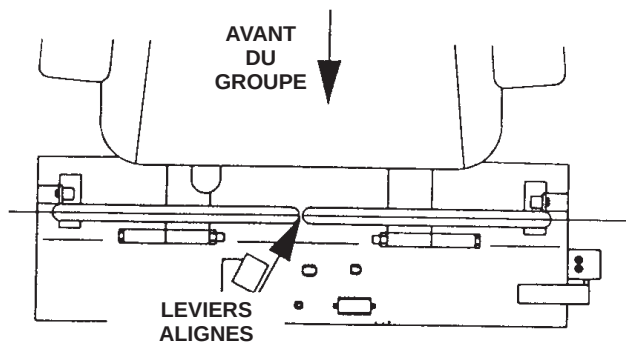

Figure 5
- Si les extrémités des leviers se touchent en position de conduite (Fig. 5) (leviers tournés aussi loin que possible), modifiez le réglage en déplaçant les leviers vers l'extérieur jusqu'à la position de verrouillage du point mort, et pliez-les délicatement vers l'extérieur. Ramenez-les à la position de marche et vérifiez le jeu. Répétez la procédure au besoin.